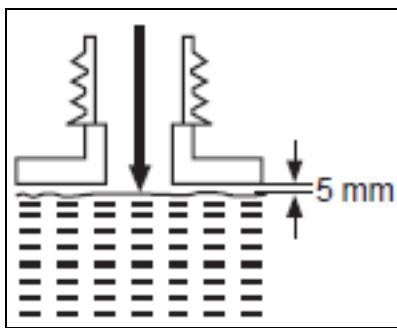

Fig.7
- Dévissez et retirez le bouchon du réservoir. (Fig.7)